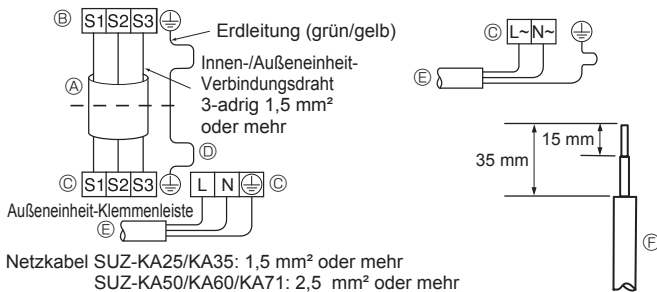
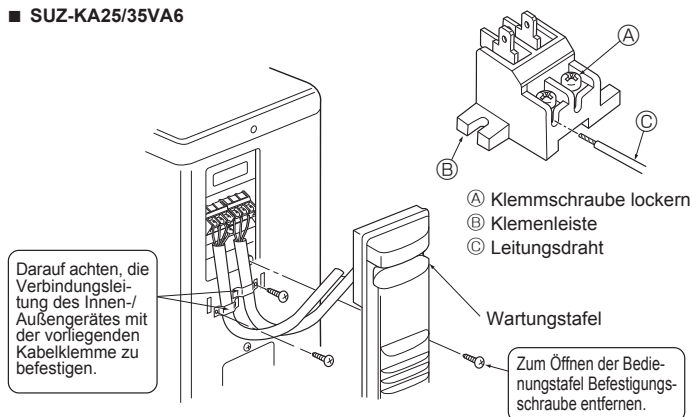
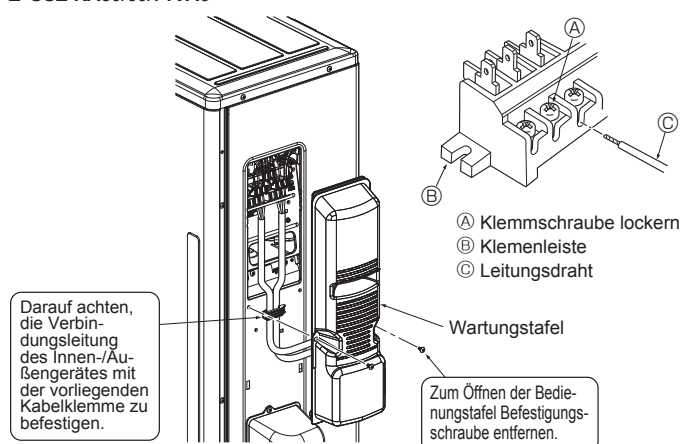

Fig. 6-2
Fig. 6-3
Fig. 6-4
6.1. Außeneinheit (Fig. 6-1, Fig. 6-2, Fig. 6-3, Fig. 6-4)
- ① Die Wartungstafel entfernen.
- Verdrahtung wie in der Abbildung links unten dargestellt vornehmen. (Kabel ist vor Ort zu beschaffen) (Fig. 6-2)
- (A) Anschlusskabel
- (B) Inneneinheit-Klemmenleiste
- (C) Außeneinheit-Klemmenleiste
- (D) Achten Sie darauf, daß das Erdungskabel länger ist als die anderen, spannungsführenden Kabel.
- (E) Netzkabel für die Stromversorgung
- (F) Leitungsdraht